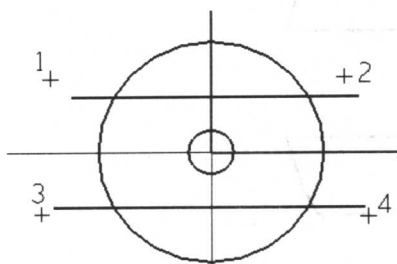

图 2.4 输入坐标
②执行“回主功能表”|“C 绘图”|“L 直线”|“H 水平线”命令，根据“副功能表”下方的提示，首先指定第一个端点：单击 1 点，指定第二个端点：单击 2 点（任意在 X 轴上方单击 1、2 两点即可），“副功能表”下方提示，输入 Y 轴坐标：30，同理在 X 轴下方单击 3、4 两点，输入 Y 轴坐标：-30，结果如图 2.4 所示。